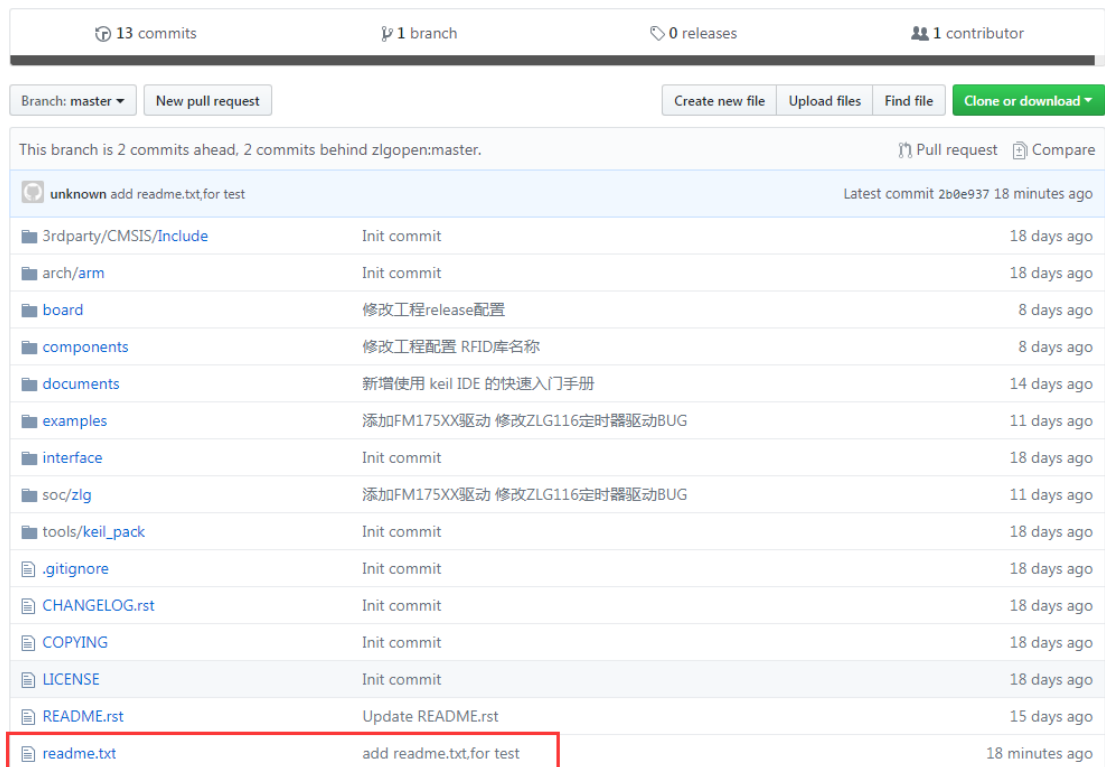

图 26 登录查看上传情况
7. 登录到仓库查看, 可看到已上传成功, 如图 26 所示。